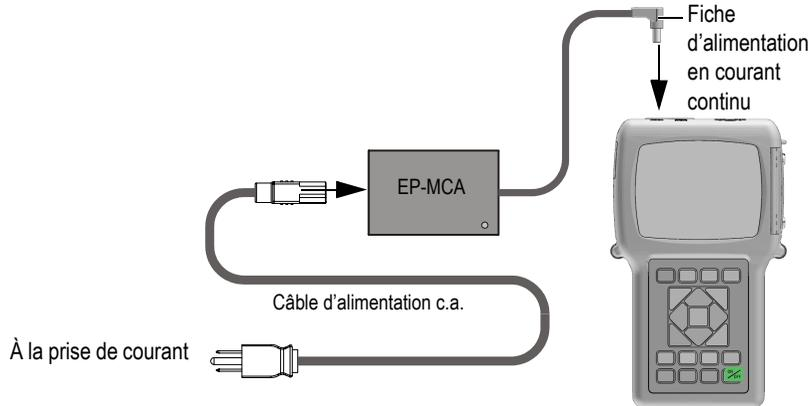

Figure 2-2 Connexion du chargeur-adaptateur
1. Connectez le câble d'alimentation c.a. au chargeur-adaptateur (réf. : EP-MCA [U8767042]) et à une prise de courant appropriée (voir la Figure 2-2 à la page 40).